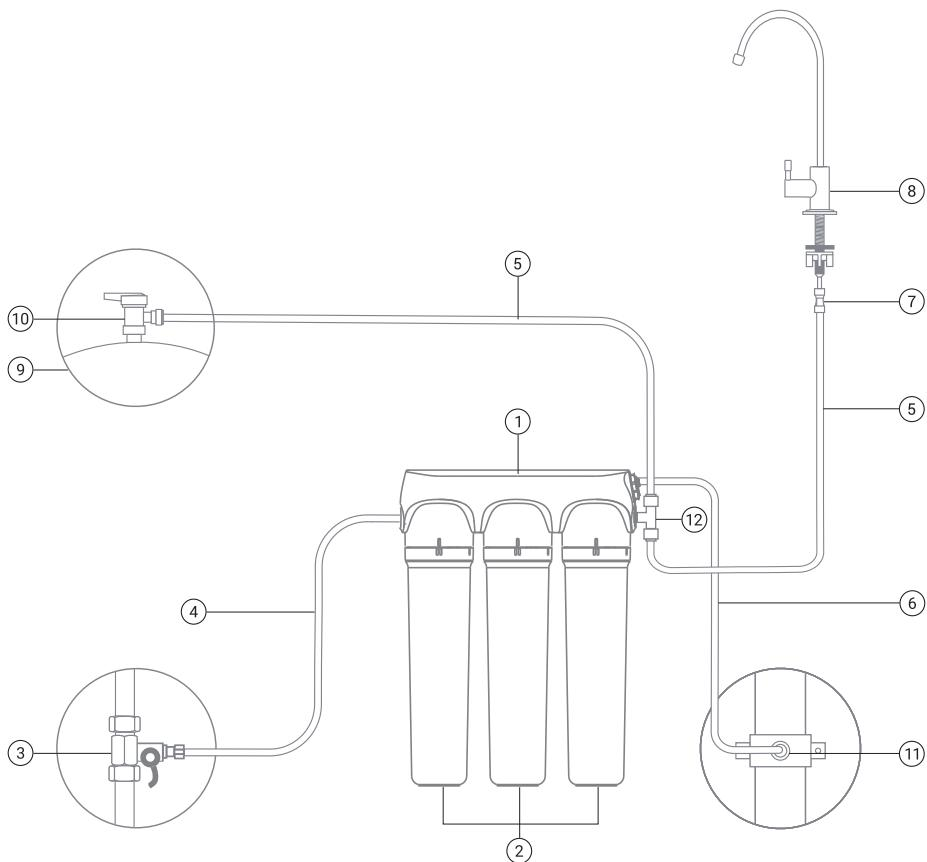
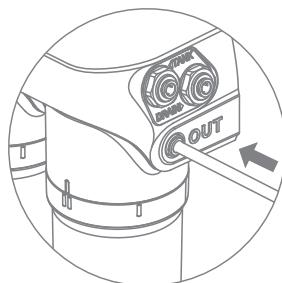
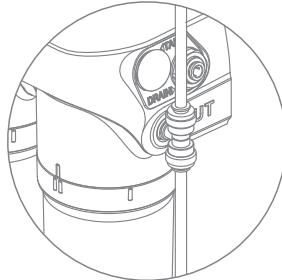

Рис. 12. Схема подключения Престиж Смарт Антибор.
Рис. 18
Рис. 19
5. Вставьте до упора свободный конец синей трубы в гнездо «OUT» на скобе фильтра (рис. 18). В фильтре Престиж Смарт Антибор свободный конец синей трубы подключается в фитинг-тройник 1/4" (рис. 19).
Вставьте до упора свободный конец трубы синего цвета в скобу фильтра с надписью «TANK». В фильтре Престиж Смарт Антибор свободный конец синей трубы подключается в фитинг-тройник 1/4" (рис. 12) / (рис. 19).